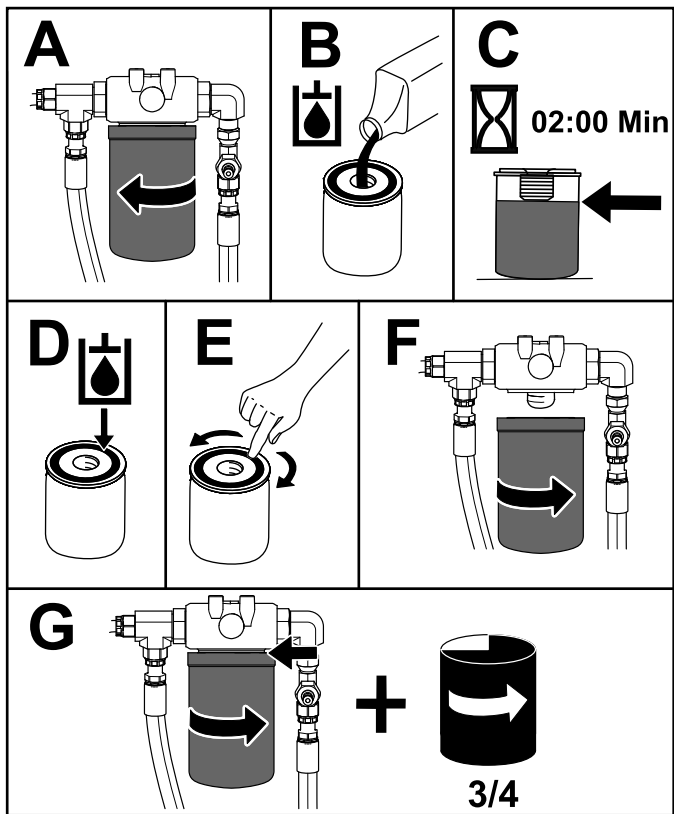

Figure 83
9. Placez un bac de vidange sous le filtre arrière et remplacez le filtre (Figure 83).